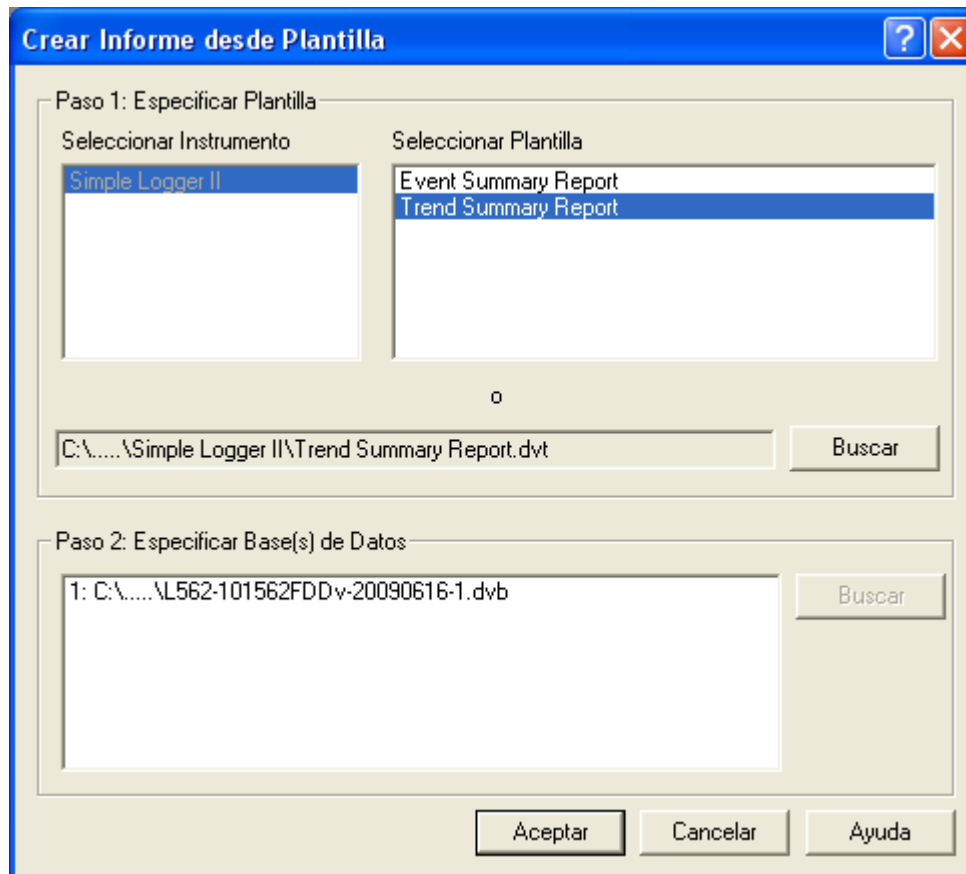

Figura 2-9
- 5) al contestar "Sí", la ventana principal de DataView® se pone en segundo plano y deja lugar a una nueva ventana de ayuda para definir nuevos trazados a partir de modelos predefinidos (véase Figura 2-9 más abajo);